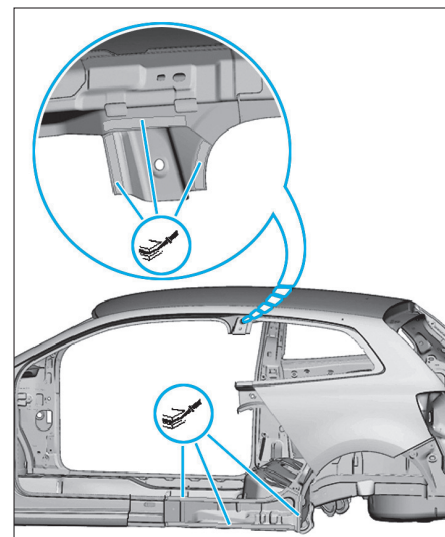

FIG. 68
- Appliquer un cordon de colle de Ø 4 mm (Fig.68).